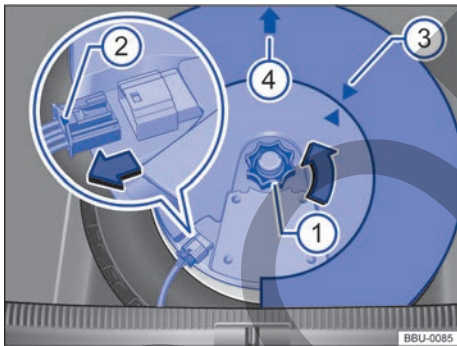

Fig. 133 En el maletero: desmontar el subwoofer (variante 2).
- Coloque el subwoofer en la base de la llanta con cuidado. Al hacerlo, la punta de la flecha → fig. 133 ④ que hay en el subwoofer deberá señalar hacia delante.
- Compruebe que la punta de esta flecha coincida con la punta de la flecha de la caja de herramientas ③.
- Acople el conector ② hasta que el bloqueo encastre de forma audible.
- Enrosque la ruedecilla ① en el tornillo prisionero en el sentido contrario al de la flecha hasta que el subwoofer quede bien fijado.